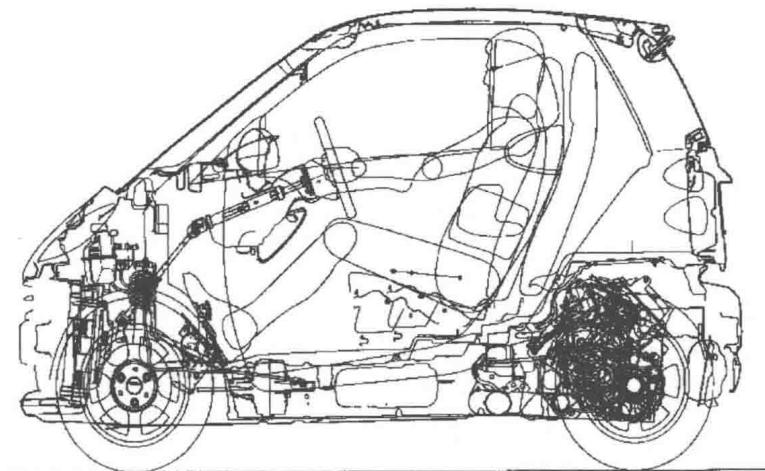

图 1-4 奔驰 Smart 系列微型车
1) MINI 车 (微型车)。图 1-4 所示为奔驰 (Benz) Smart 系列微型车。